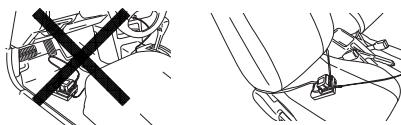

Fig. 12
- V avtomobilu pritrdite polnilnik baterije. Pri tem uporabite trak, ki ste ga dobili s polnilnikom baterije, da pritrdite polnilnik na mesto in preprečite, da bi se prosto premikal. (Glej Fig. 12)